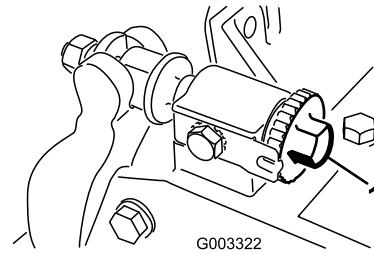
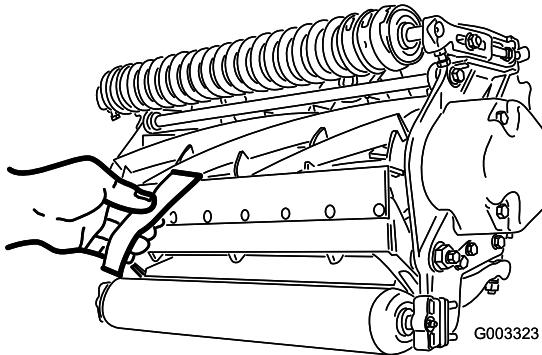

Bild 16
Bild 17
1. Stellen Sie die Maschine auf eine flache, ebene Arbeitsfläche. Stellen Sie sicher, dass die Spindel das Untermesser nicht berührt. Drehen Sie die Einstellschrauben des Untermesserträgers nach links (Bild 16).
3. Führen Sie an einer Seite der Spindel einen langen Streifen Papier zwischen der Spindel und dem Untermesser ein (Bild 17). Drehen Sie die Spindel langsam vorwärts und drehen Sie gleichzeitig die Einstellschraube des Untermesserträgers nach jeweils um einen Klick rechts (am selben Ende der Spindel) (Bild 16), bis das Papier fest gehalten wird, wenn Sie es von vorne parallel zum Untermesser einführen. Wenn das Papier gezogen wird, sollten Sie einen leichten Widerstand spüren.
- Vergewissern Sie sich nach dieser Einstellung, dass die Spindel Papier einklemmen kann, das von vorne eingeführt wird, und Papier schneiden kann, das senkrecht zum Untermesser eingeführt wird (Bild 17). Papier müsste sich mit minimalem Kontakt zwischen Untermesser und Spindelmessern schneiden lassen. Wenn ein zu großer Spindelwiderstand besteht, läppen oder schleifen Sie das Mähwerk nach, um die für einen genauen Schnitt erforderlichen scharfen Kanten zu erhalten (weitere Angaben finden Sie in der Toro Anleitung Schärfen von Spindel- und Sichelmähern, Form No. 80-300PT).